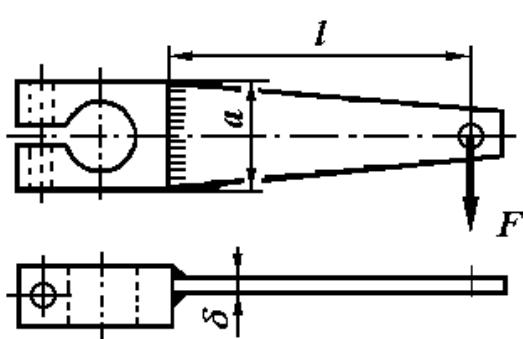

Рисунок 3.3
**Задача 3.** Проверить прочность сварного соединения, если на конце клеммового рычага, длиной  $l$  и толщиной  $\delta$  (рисунок 3.3, таблица 3.3) приложена сила  $F$ . Материал рычага - Сталь 10. Размер рычага у места сварки  $a$ . Сварка ручная.